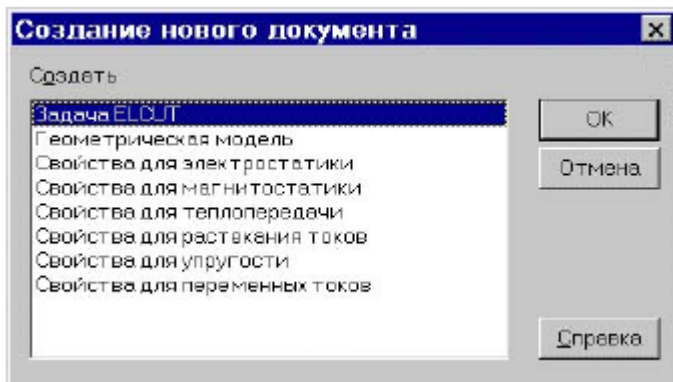

Рис. 3. Окно выбора типа документа ELCUT
1. Выберите команду «Создать» из меню файла. Появится окно для выбора типа документа ELCUT, который необходимо создать (рис. 3).